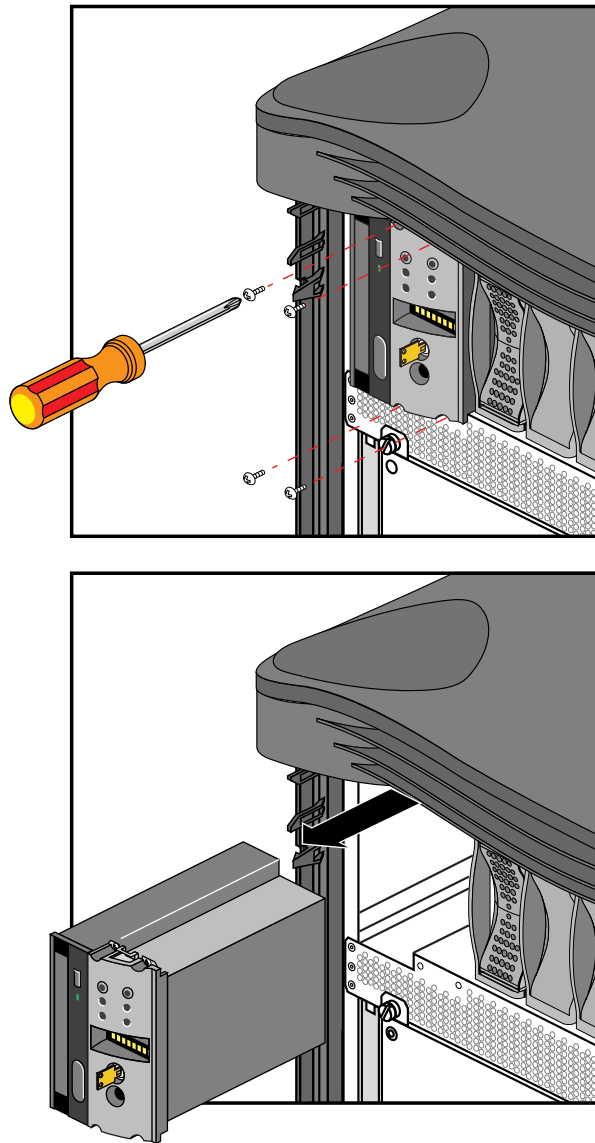

Figure 5-3 Installation ou remplacement du contrôleur du système ou du lecteur de CD-ROM
3. A l'aide d'un tournevis cruciforme, dévissez les quatre vis de fixation du module sur le châssis, comme le montre la Figure 5-3.